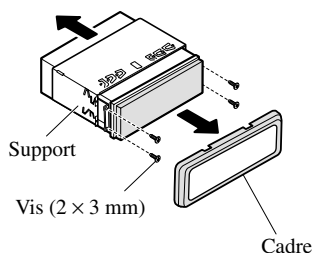

Fig. 14
- Retirez le cadre et le support. (Fig. 14)